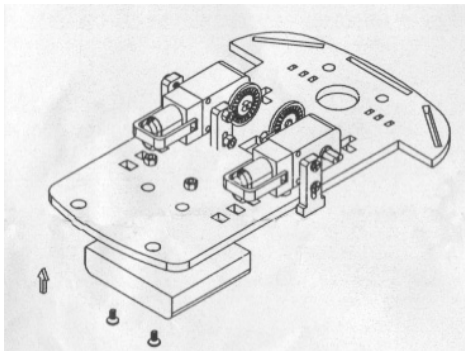

图 12-22 固定万向轮
- ⑤ 放入铜柱，拧紧 8 个螺丝固定万向轮，如图 12-22 所示。然后手捏住电机（保护紧固件），并往里面插入轮子，组装完成。